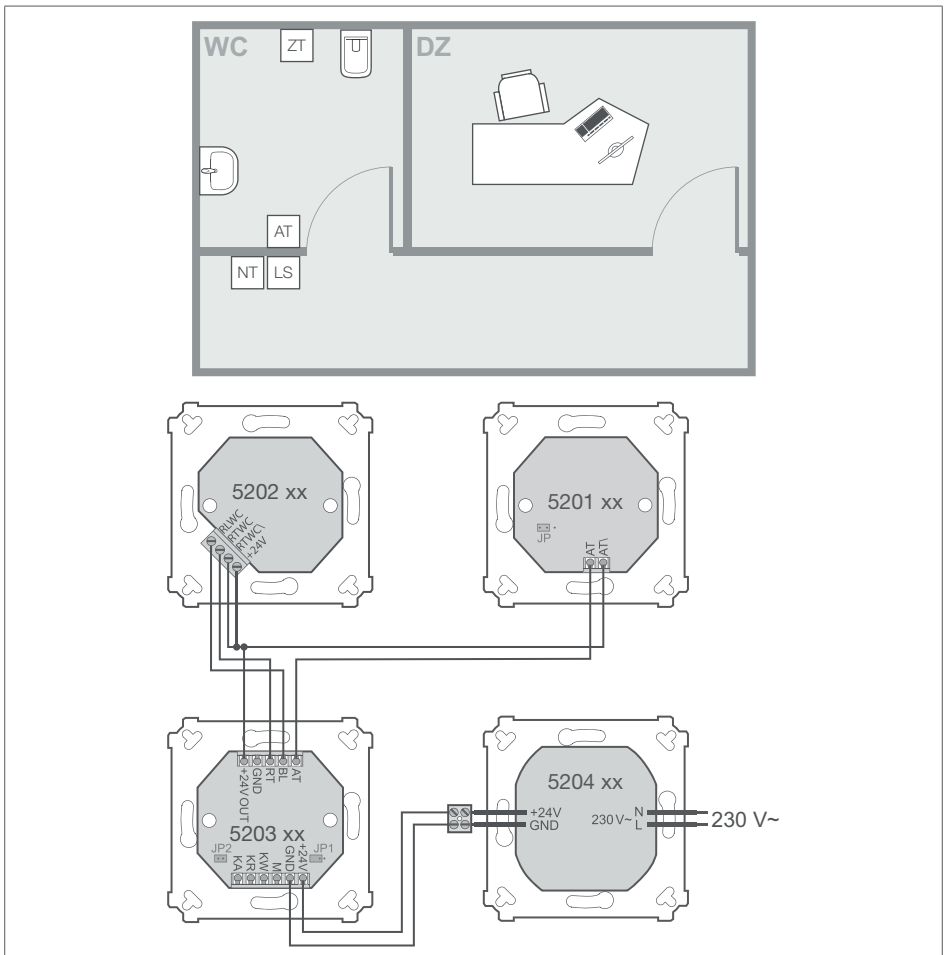

Bild 15: Verdrahtung Standard-Anlage für einen WC-Raum
- Geräte gemäß Verdrahtungsplan anschließen (Bild 15).